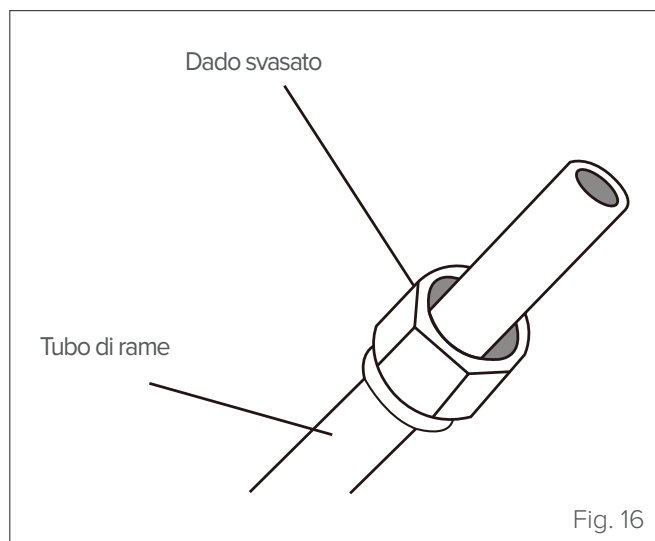

Fig. 16
- 3 Disporre un dado svasato a ogni estremità del tubo. Accertarsi che i dadi siano rivolti nella direzione corretta, perché dopo la svasatura non sarà più possibile applicarli o cambiarne la direzione (vedere "Fig. 16").